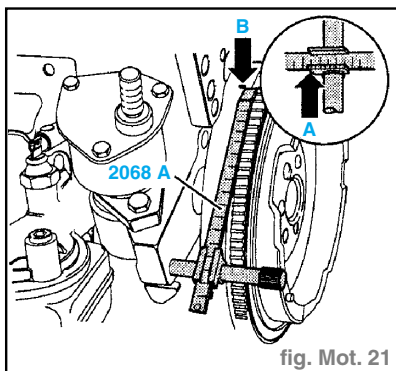

fig. Mot. 21
- Visser le dispositif de réglage 2068 A comme indiquée (fig. Mot. 21).